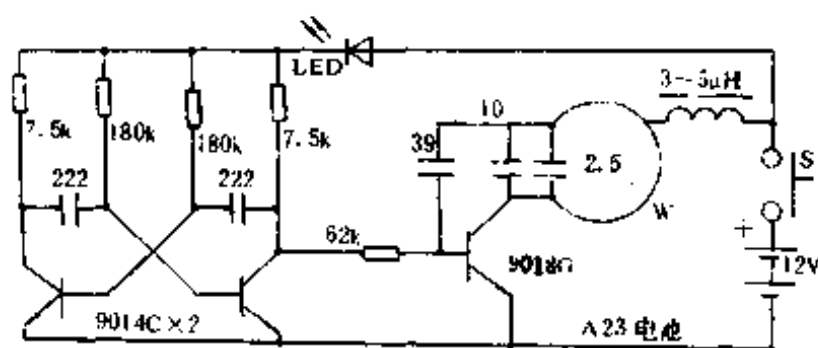

图 1-155
(1) 遥控器: 遥控发射电路如图 1-155 所示。其电路虽然属单通道形式,但与接收板配合使用时,能完成两通道操纵任务。图中,多谐振荡器构成 1.8kHz 方波信号,对电感三点式超高频振荡器产生的约 245MHz 射频进行脉冲调制,射频信号由电感量稳定的印制天线发射出去。